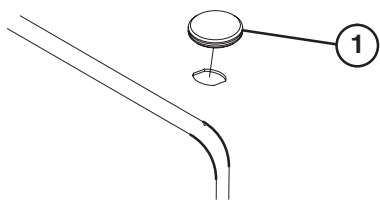

Figure 3
1. Retirez l'obturateur de l'orifice dans l'angle avant gauche du capot (Fig. 3).